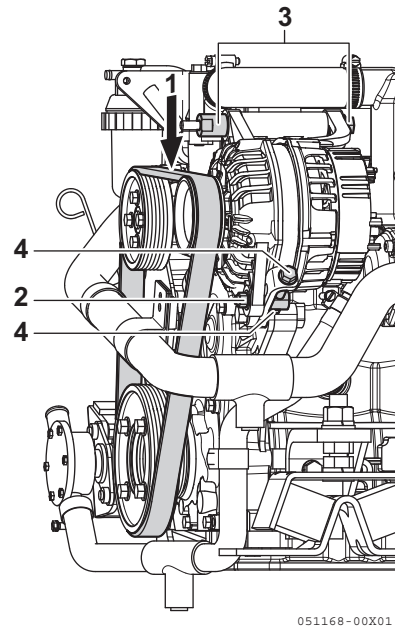

Figura 3
2. Controllare la cinghia spingendola al centro (**Figura 3, (1)**) con il dito.
3. Allentare i 3 bulloni dell'alternatore (**Figura 3, (2) (3) (4)**).
4. Avvitare il bullone di regolazione (**Figura 3, (4)**) e spostare l'alternatore in modo da regolare la tensione della cinghia in modo corretto.